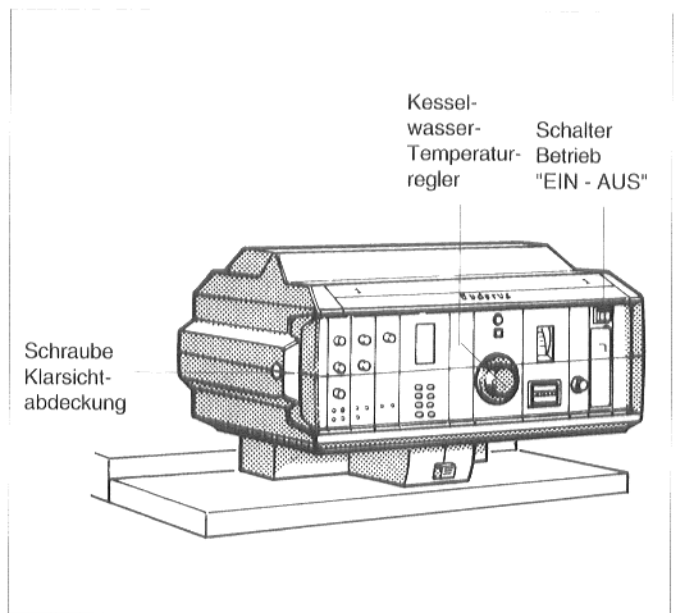
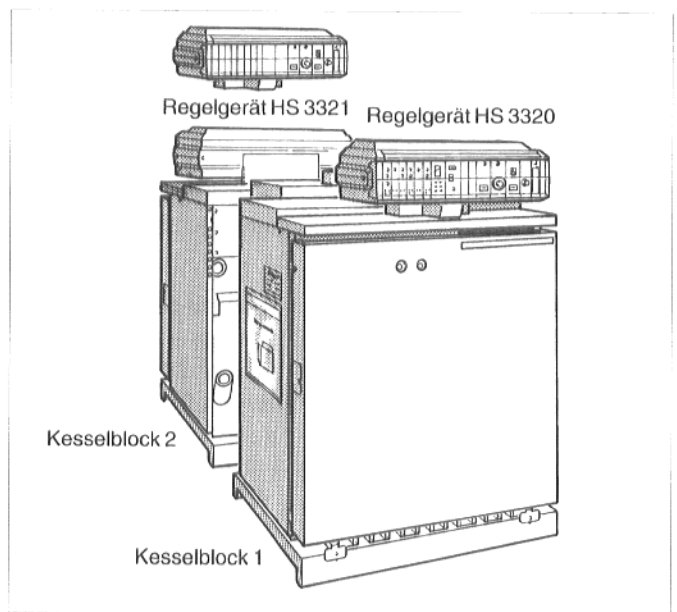

Abb. 4: Regelgerät G_224 L
Abb. 5: GE 324 LDZ*
- Schraubenschlitz der Klarsichtabdeckung des Regelgeräts (Abb. 4), bei Doppelkessel an beiden Regelgeräten, in waagerechte Stellung bringen, z.B. mit einer Münze. Klarsichtabdeckung nach vorne abnehmen.
- Schalter Betrieb (Abb. 4), bei Doppelkessel an beiden Regelgeräten, in Stellung I (EIN) stellen.
Kesselwasser-Temperaturregler (Abb. 4) auf die gewünschte Temperatur einstellen. Bei "Ecomatic"-Regelung auf "AUT" stellen.
Kesselwasser-Temperaturregler (Abb. 4) des Kesselblocks 2, zu erkennen an Regelgerät HS 3321 (Abb 5), auf Höchsttemperatur stellen.
Kesselwasser-Temperaturregler (Abb. 4) des Kesselblocks 1, zu erkennen an Regelgerät HS 3320 (Abb. 5), auf "AUT" stellen.
Kesselwasser-Temperaturregler (Abb. 4) an beiden Regelgeräten auf Höchsttemperatur stellen.
Kesselwasser-Temperaturregler (Abb. 4) eines Kesselblocks auf die gewünschte Temperatur stellen. Damit ist Kesselblock 1 definiert. Kesselwasser-Temperaturregler des anderen Kesselblocks (Kesselblock 2) ca. 5 K unter den Wert von Kesselblock 1 stellen.